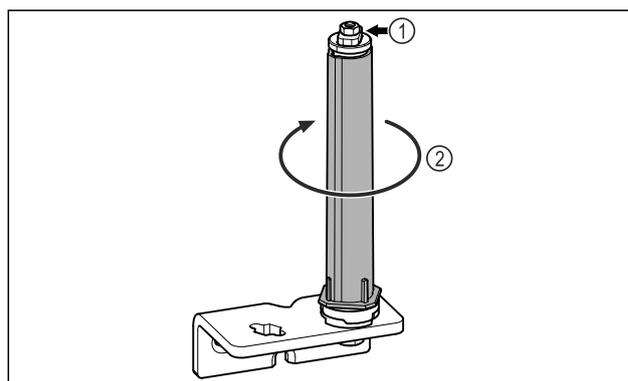

Fig. 28
- Ne pas démonter le système de fermeture de la porte Fig. 28 (1).
- Faire tourner le système de fermeture Fig. 28 (2) jusqu'à entendre un clic.